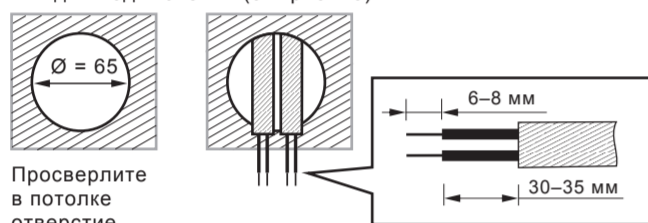

Рис. 10
4.4.2.1 Чтобы установить датчик, просверлите отверстие диаметром 65 мм в потолочной плите и держите кабель питания снаружи. Зачистите изоляцию кабеля на 6–8 мм для подключения (см. рис. 10).